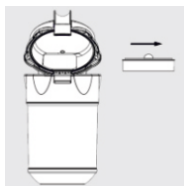

Рис. 46
3. Выньте HEPA фильтр из пылесборника (рис. 46).